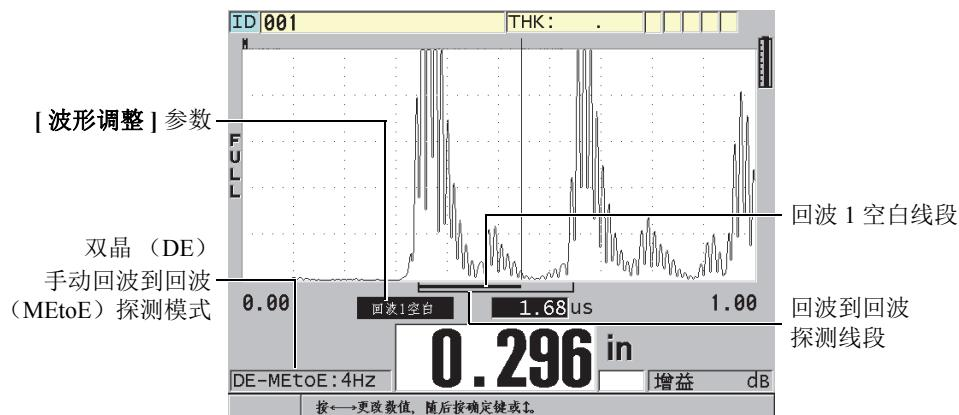

图 5-14 在手动回波到回波探测模式下进行测量
**DE-MEtoE**（双晶手动回波到回波）指示器出现在厚度读数的左侧。手动模式下的回波到回波探测线段与自动回波到回波模式的相似，不同之处是手动模式的线段包含一段可调节的 E1（回波 1）空白线段，用以表明回波探测不使用的区域（参见第 76 页的图 5-14）。仪器测量 E1（回波 1）空白后面的、波幅至少为波形显示高度 20% 的第一个回波。在这个模式下，按 [波形调整] 键，然后使用箭头键调整扩展空白、回波 1 空白及增益参数。